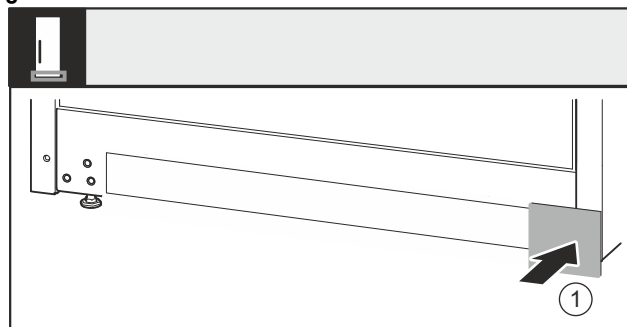

Fig. 38
- Pange kate Fig. 38 (1) teisel küljel taas peale.